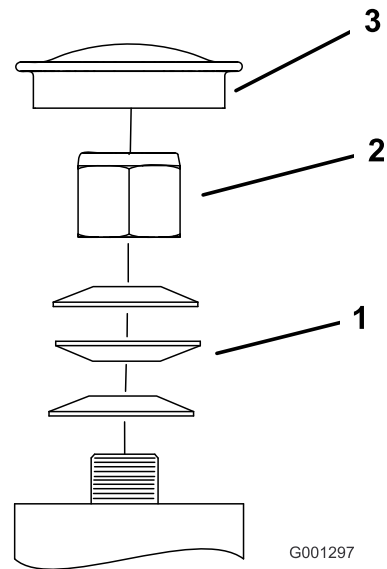

Figure 62
3. Retirez le capuchon antipoussière de la roue pivotante et serrez le contre-écrou (Figure 62).
4. Continuez de le serrer jusqu'à ce que les rondelles élastiques soient aplaties, puis desserrez-le de 1/4 de tour pour obtenir la précharge correcte des roulements (Figure 62).
**Important:** Veillez à placer les rondelles élastiques comme montré à la Figure 62.
5. Remettez le capuchon antipoussière en place (Figure 62).